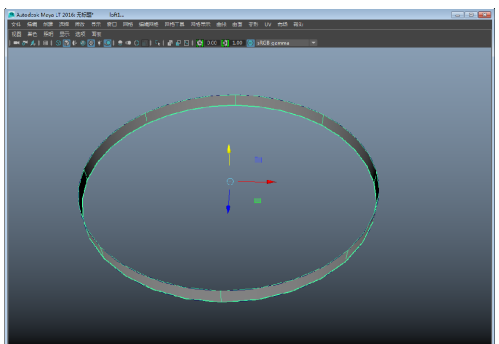

图 3-114 形成曲面
- 3 框选两条曲线，依次执行【曲面】|【放样】命令，在它们之间形成一个曲面，如图 3-114 所示。